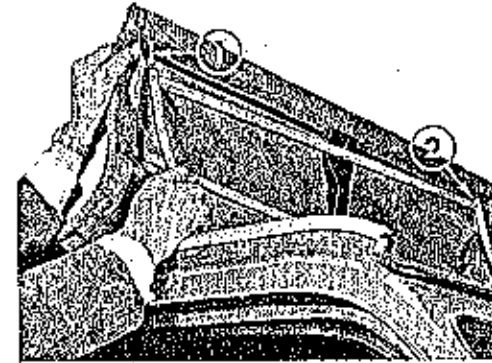

Abb. 27 - Ganzöffnung des Rollverdecks
- Abb. 27: Den Klapprahmen aus den Zapfen (1) und (2) herausziehen und nach vorn klappen.